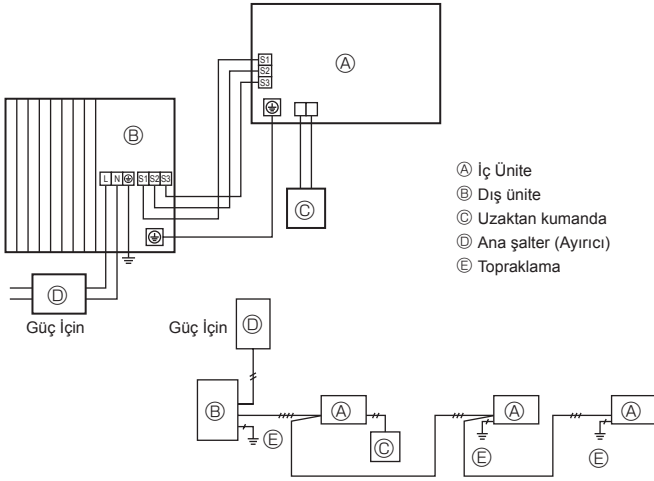
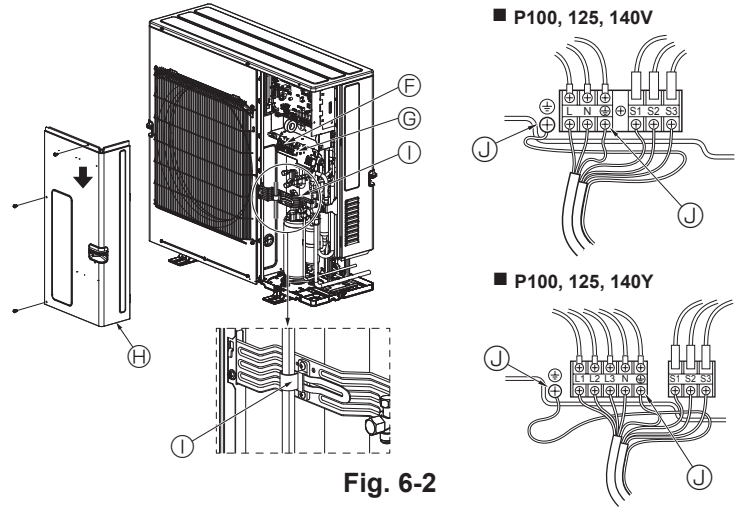

Fig. 6-1
Fig. 6-2
6.1. Dış ünite (Fig. 6-1, Fig. 6-2)
- ① Servis panelini sökün.
- ② Fig. 6-1 ve Fig. 6-2'ye bakarak kabloları bağlayın.